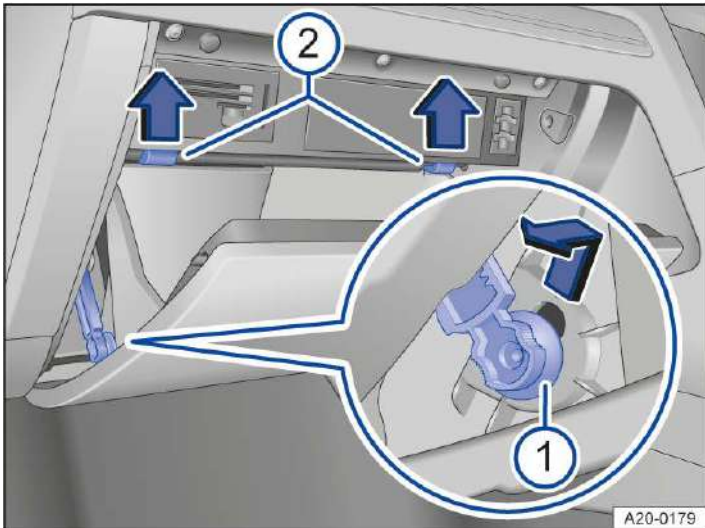

Abb. 2 Auf der Beifahrerseite: Abdeckung des Sicherungskastens in der Instrumententafel (Prinzipdarstellung).
1. Handschuhfach öffnen und ggf. leeren → *Abb. 2*.
2. Bremseselement nach oben in die Öffnung der Halterung schieben und seitlich herausziehen → *Abb. 2* ①.
3. Die Anschlagzapfen in Pfeilrichtung nach oben drücken und gleichzeitig das Handschuhfach weiter öffnen → *Abb. 2* ②.
3. Handschuhfach vorsichtig über den Widerstand der Anschlagzapfen hinweg nach vorn drücken → *Abb. 2* ②.